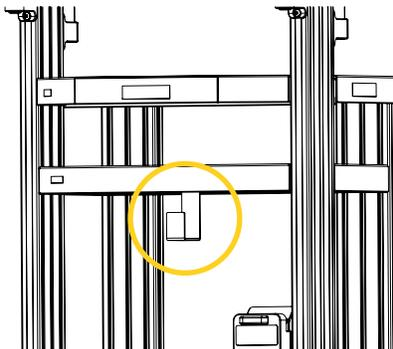

Figure 5 : Crochet de gestion du câble ASC
1. Au besoin, débrancher le câble d'alimentation de l'unité ASC et l'enrouler sur le crochet de gestion du câble (Figure 5), situé sur le protecteur ASC/tablette.